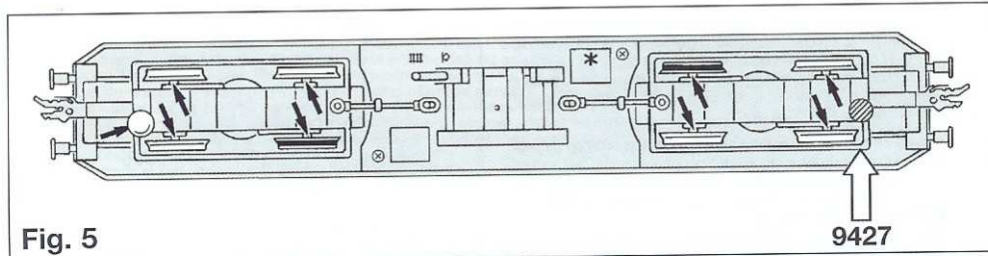

Fig. 5
Ölen: Geölt werden die Achsen nur an den gekennzeichneten Stellen (Fig 5). Nur **FLEISCHMANN-Öl 6599** verwenden. Nur ein kleiner Tropfen pro Schmierstelle (→), sonst Überölung. Zur Dosierung die in der Verschlusskappe der Ölflasche angebrachte Nadel verwenden.
An der markierten Stelle kann der **Schaltmagnet 9427** befestigt werden (Fig. 5).
Dieser Stern bezeichnet die masseführende "gemeinsame Seite" der Lok (Fig. 5).
Oiling: The axles should only be lubricated at the points indicated (fig. 5). Only use **FLEISCHMANN-oil 6599**. Only put a tiny drop in each place (→), otherwise it will be overoiled. An applicator needle is located in the cap of the oil bottle for your use. **Under no circumstances should the motor bearings be oiled!**
The indicated point can be used for locating the **switching magnet 9427** (fig. 5).
* This star indicates the so called "common side" of the loco (fig. 5).
Lubrification: Les axes ne seront huilés qu'aux endroits repérés (fig. 5).
L'aimant permanent 9427 peut être monté à l'endroit indiqué (fig. 5).
* Cette étoile désigne, le "côté commun" de la version la plus courante de la loco (fig. 5).
Olie: Alleen de assen op de gekenmerkte plaatsen van olie voorzien (fig. 5). Alleen **FLEISCHMANN-olie 6599** gebruiken. Een klein druppeltje per smeerpunt (→) is heus voldoende, anders wordt de zaak te vet. Voor een juiste dosering he spuitja gebruiken dat wordt bijgeleverd in het olieflasje.
Op de gemerkte plaats kan de schakelmagnet 9427 gemonteerd worden (fig. 5).
* Dit sterretje betekent dat de loc de "massa-kant" aan de gemeenschappelijke zijde heeft (fig. 5).
Smøring: Smør kun aksler på de viste steder (fig. 5). Anvend kun **FLEISCHMANN-olie 6599**. Kun en enkelt dråbe for hvert smørested (→), ellers oversmøres. Til dosering anvendes den lille nål indvendig i skrueåget. **Motorlejerne må under ingen omstændigheder smøres!**
Kontaktmagneten 9427 kan monteres på det markerede sted (fig. 5).
* Denne stjerne betegner den masseførende (stel) "fællesside" af lok'et (fig. 5).
Lubrificazione: Assi devono essere lubrificati solo nei punti appositamente marcati (fig. 5). Utilizzare solo olio FLEISCHMANN 6599. Usare soltanto una piccola per ogni punto di oliatura (→), altrimenti si rischia di oliare troppo. Per il dosaggio utilizzare l'ago di cui è provvisto il tappo di chiusura del flacone dell'olio. **Mai lubrificare i cuscinetti del motore!**
Sul posto segnato può essere installato il **dispositivo di comando 9427** (fig. 5).
* Questo asterisco contrassegna il "lato comune" della locomotiva che conduce a massa (fig. 5).